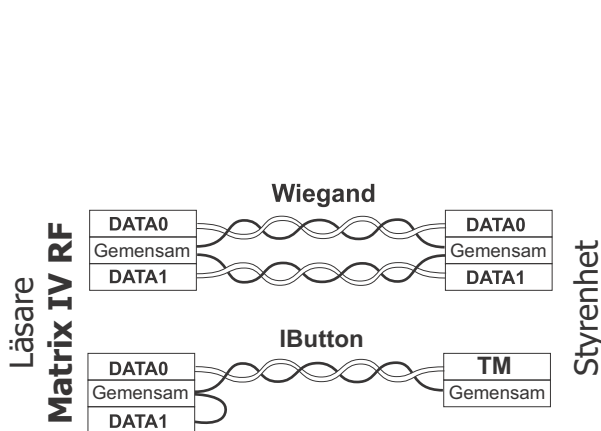

Bild.2 Val av anslutning kanaltransmissionsprotokoll.
**Obs:** För att säkerställa funktionen på ett specificerat avstånd från styrenheten måste en UTP kabel användas (t.ex. CAT5e) se bild 2.